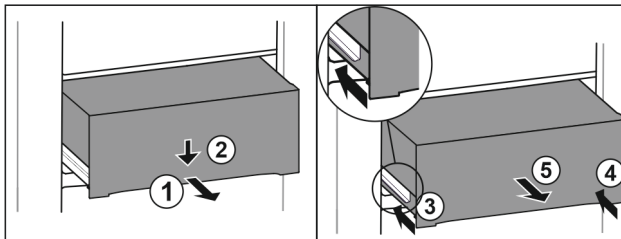

Fig. 105
- Schubfach halb herausziehen. Fig. 105 (1)
- Schubfach an der Vorderseite nach unten drücken. Fig. 105 (2)
- Linke Schiene etwa 2 cm einschieben. Fig. 105 (3)
- Rechte Schiene etwa 2 cm einschieben. Fig. 105 (4)
- Schubfach nach vorne entnehmen. Fig. 105 (5)